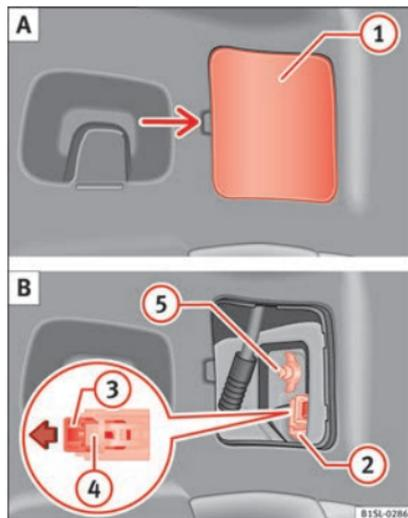

Fig. 88 Na lateral da bagageira: A: desmonte a cobertura, B: desmontagem dos grupos óticos traseiros.
2. Retire a cobertura ① com cuidado, pressionando » Fig. 88 A.
3. Puxe o bloqueio ③ no conector ② na direção da seta » Fig. 88 B. Utilize para tal a chave de fendas das ferramentas de bordo.
4. Pressione o encaixe ④ e extraia o conector ② » Fig. 88 B.
5. Desenrosque a porca de borboleta ⑤ » Fig. 88 B.
12. Aguarde com uma mão a luz traseira na posição de montagem e enrosque até ao fim a porca de borboleta com a outra mão ⑤ » Fig. 88 B.
14. Introduza o conector ② no porta-lâmpadas e pressione o bloqueio ③ no conector na direção contrária à da seta » Fig. 88 B.